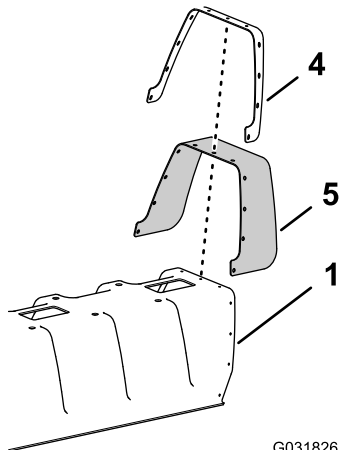

Figura 148
1. Utilizando uma broca com 5 mm, perfure os 11 rebites cegos (Figura 148) que prendem a placa de reforço (com uma fila única de rebites) e a cobertura de borracha à extremidade da cobertura da secção de 11 bicos para a secção de pulverização central que retirou no passo 2 de 6 Retiração da cobertura da secção central \(11 bicos\) do Kit de rampa coberta opcional \(página 18\).
2. Retire a placa de reforço, as 11 anilhas (3/16 pol.) e a cobertura de borracha da cobertura da rampa de 11 bicos (Figura 148).